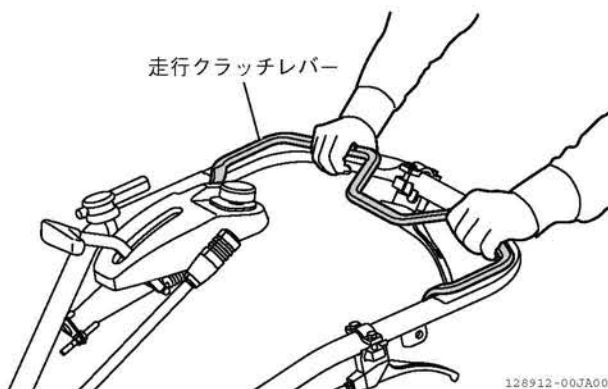

図 2-31 ハンドル (旋回)
- 2) 走行クラッチレバーを握ったままハンドルを振り、旋回します。(図 2-31)